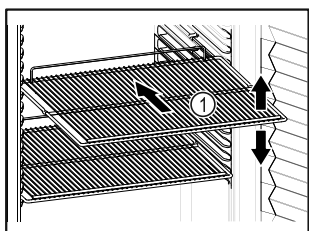

Fig. 84 Représentation à titre d'exemple
- ❑ Lorsque les grilles de support Fig. 84 (1) peuvent être déplacées, changez leur position en fonction de la hauteur des aliments.